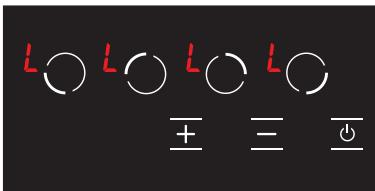

Abbildung 16
3. In diesem Moment ist die Kindersicherung aktiv und um diese Situation auszudrücken werden an allen Kochplatten das Symbol angezeigt. (siehe Abb. 16) Wenn eine heiße Kochplatte vorhanden ist, werden die Symbole und abwechselnd auf dem Bildschirm angezeigt.